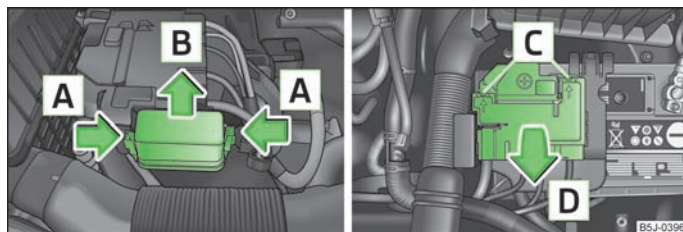

Fig. 141 Bateria del vehículo: Tapa de la caja de fusibles
- Apretar el estribo de seguridad de la cubierta de la caja de fusibles simultáneamente en el sentido de la flecha **A** » fig. 141 retirando la cubierta en el sentido de la flecha **B**.